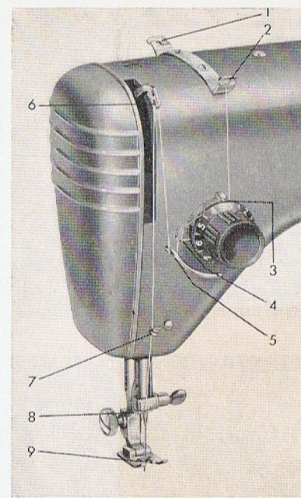

Abb. 12.
Den Fadengeber (6 in Abb. 12) durch Drehen des Schwungrades auf sich zu in seine höchste Stellung bringen. Die Garnrolle auf den einen Garnrollenstift aufsetzen (36 in Abb. 2).
Den Faden durch die Fadenführungen (1 und 2 in Abb. 12) und nach unten zwischen die innersten Spannungsscheiben (3) von rechts nach links, über die Spannungsfeder (4) und unter die Fadenführung (5) legen. Von da an, den Faden durch eines der Löcher des Fadengebers (6), dann durch die Fadenführung (7) und die Fadenführung am Nadelhalter durch das Nadelöhr (8) einziehen. Die Nadel schliesslich von vorne einfädeln und den Faden ein Stück hinter der Nadel herausziehen.
Die Spannung des Oberfadens ist vom Druck abhängig, den die Spannungsscheiben (3 in Abb. 12) auf einander ausüben. Die Spannung wird mit einem Drehknopf